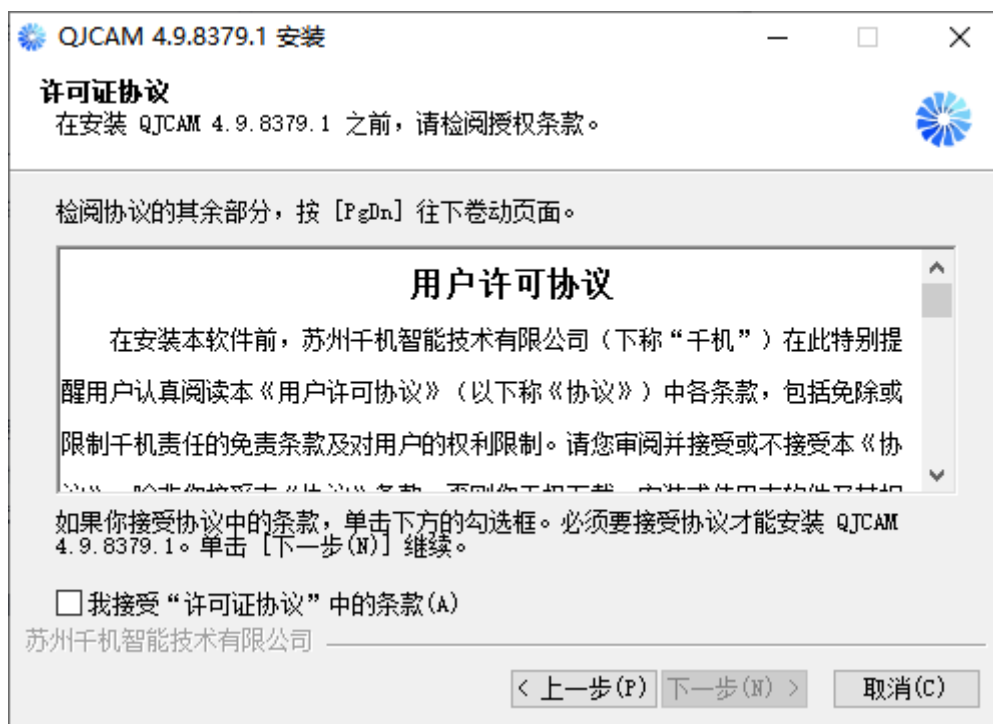

图 2-3 用户许可协议
Step3. 检阅许可证协议，如下图 2-3 所示。勾选“我接受”，点击“下一步”。